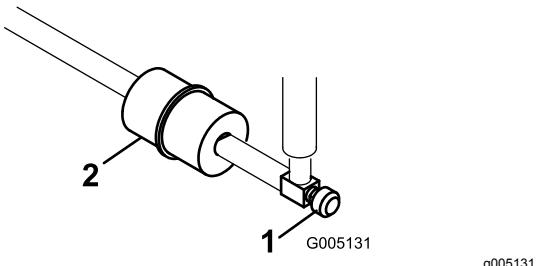

Bild 41
In die Kraftstoffleitung ist zwischen dem Kraftstofftank und dem Vergaser ein Filter eingebaut (Bild 41).
1. Schließen Sie den Kraftstoffhahn, lockern die Schlauchklemme an der Vergaserseite des Filters und ziehen die Kraftstoffleitung vom Filter ab (Bild 41).
2. Stellen Sie eine Auffangwanne unter den Filter, lockern die verbliebene Schlauchklemme und entfernen den Filter (Bild 41).